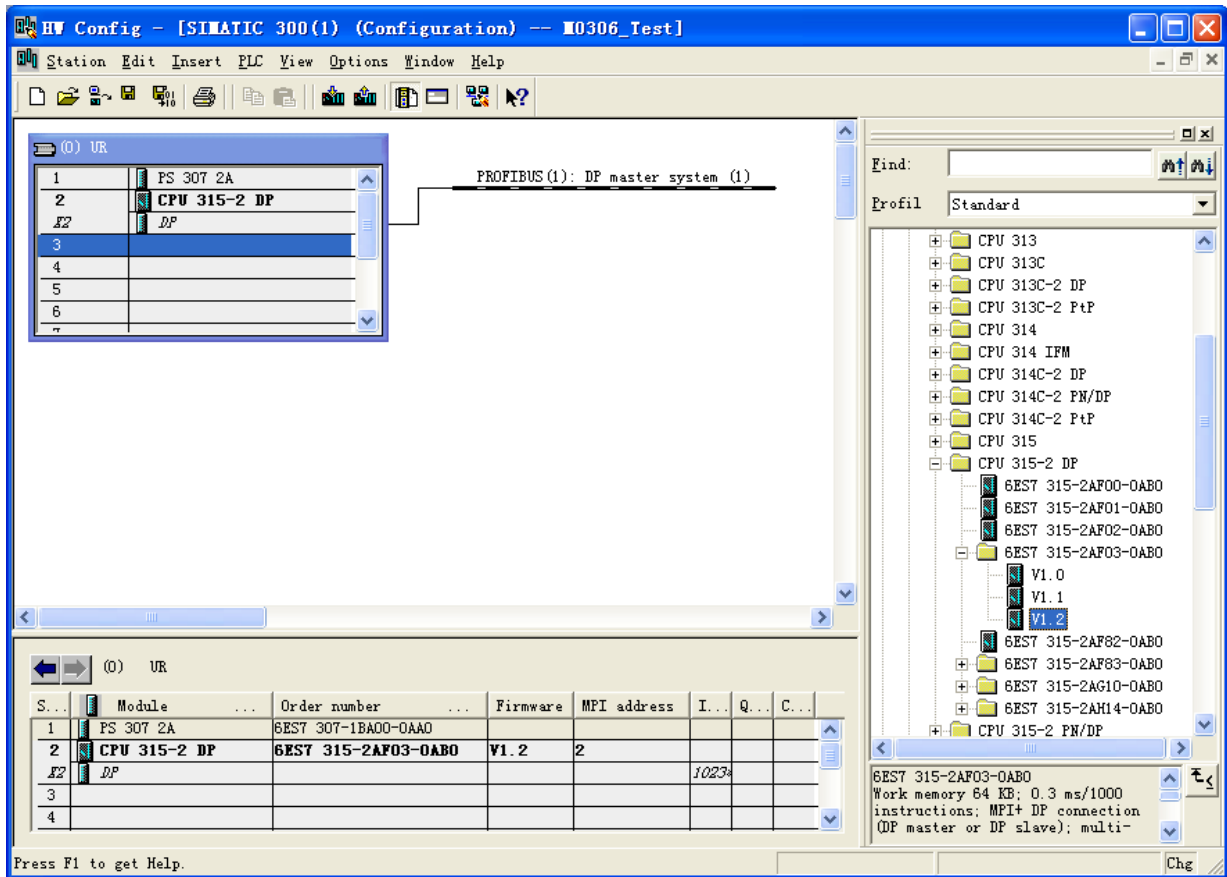

图 4.36 硬件组态
- 3) 配置波特率为 1.5Mbps，其它配置不变，点击 OK 按钮，关闭总线参数配置窗口，再点击 OK 按钮，关闭属性配置窗口。此时，“(0) UR” 导轨上将会出现已选择的控制器，以及与该控制器 DP 端口相连接的一条 DP 总线。至此，硬件组态基本搭建完成，如下图 4.36 所示：